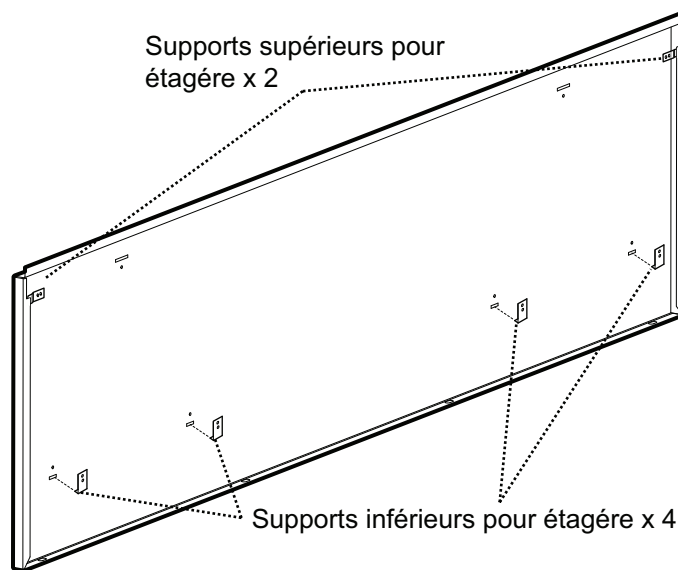

Figure 25 : Dos de la plaque murale
- Installez les deux supports supérieurs pour étagère et les trois supports inférieurs pour étagère aux endroits indiqués sur les gabarits. Fixez-les en place à l'aide des (10) vis de 1 po (25,4 mm) fournies.
- Faites glisser l'ensemble de l'étagère vers le haut jusqu'à ce que la partie inférieure s'enclenche dans les quatre supports inférieurs (Figure 25).